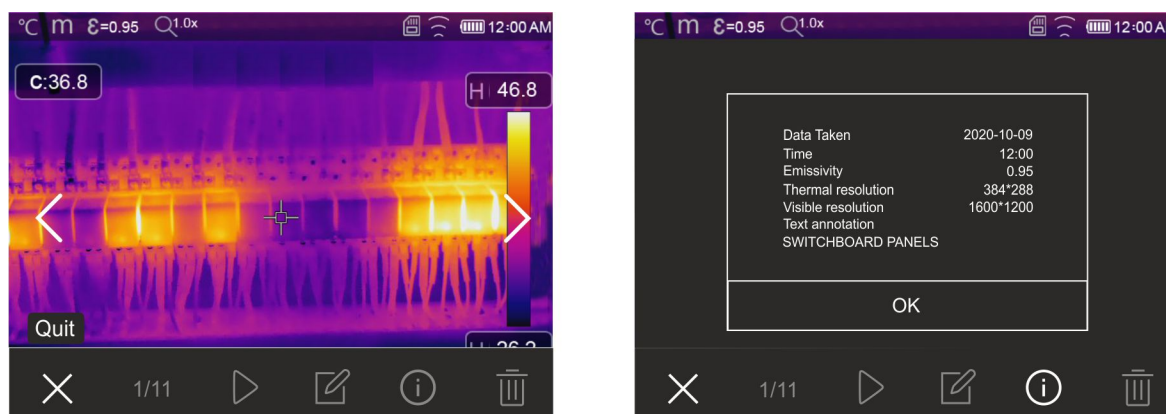

Fig. 51: Rellamada en el visualizador imágenes guardadas
1. Pulse la tecla  para entrar en la galería de las imágenes y vídeo guardados en la memoria del instrumento o en la tarjeta MicroSD. La pantalla de Fig. 51 – parte izquierda siguiente se muestra en el visualizador
3. Toque el icono “” para abrir la sección con la información en la imagen guardada. La pantalla de Fig. 51 – parte derecha se muestra en el visualizador